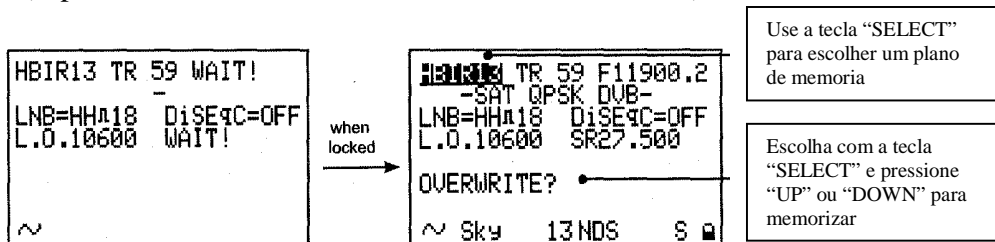

Fig. 8.1 Busca automática dos parâmetros de sintonização de um canal.
- Quando o canal foi encontrado e bloqueado, o medidor irá mostrar um menu de memorização para poder guardar o canal no primeiro local de memoria disponível do plano de memoria activo. (fig. 8.1)